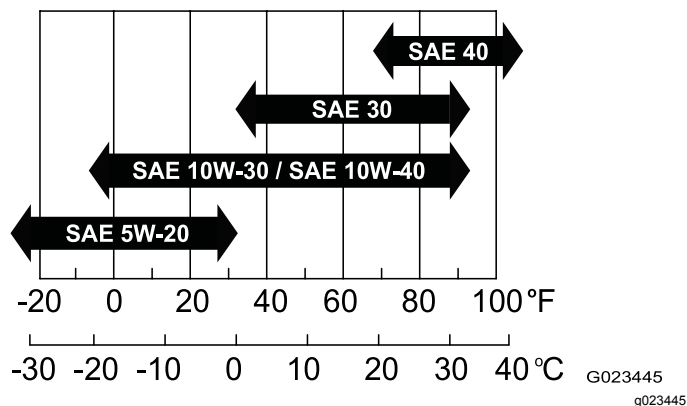

Figura 37
- **Viscosidad:** SAE 30; consulte otras viscosidades en la tabla siguiente (Figura 37):